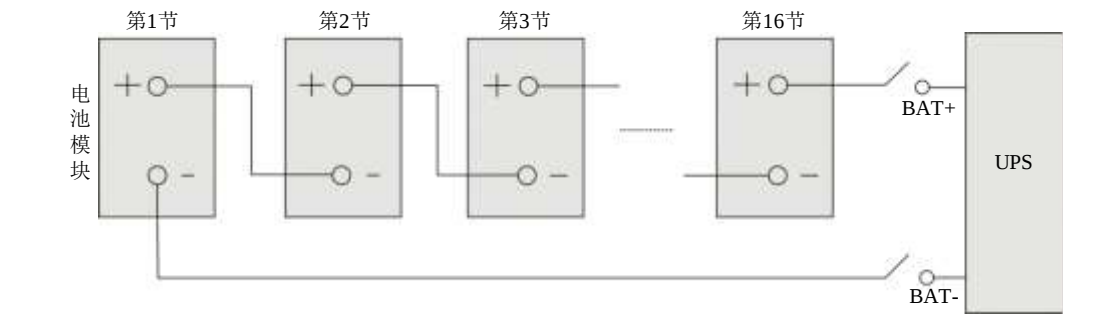
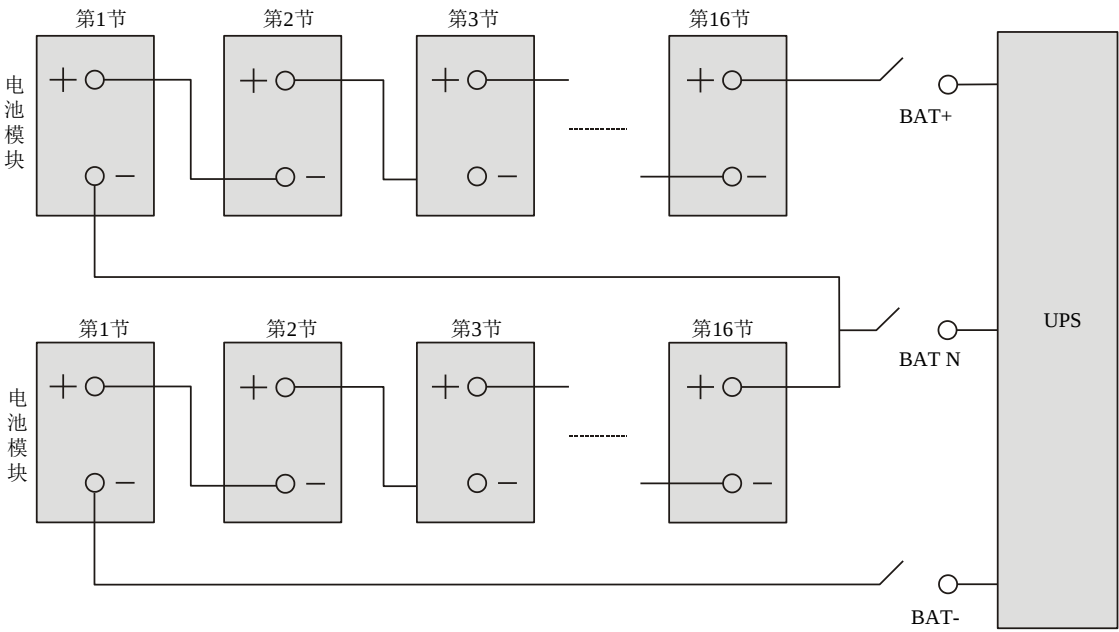

图2-31 电池组接线原理图（5kVA/6kVA/10kVA）
图2-32 电池组接线原理图（16kVA/20kVA）
1. 5kVA/6kVA/10kVA: UPS 出厂默认电池节数 16 节，用户自行配电的外接电池组接线原理图如图 2-31 所示。
2. 16kVA/20kVA: UPS 出厂默认电池节数 32 节，正负电池组各 16 节，用户自行配电的外接电池组接线原理图如图 2-32 所示。
1. 如图 2-31 和图 2-32 所示，电池组和 UPS 之间必须加配直流电池空开。